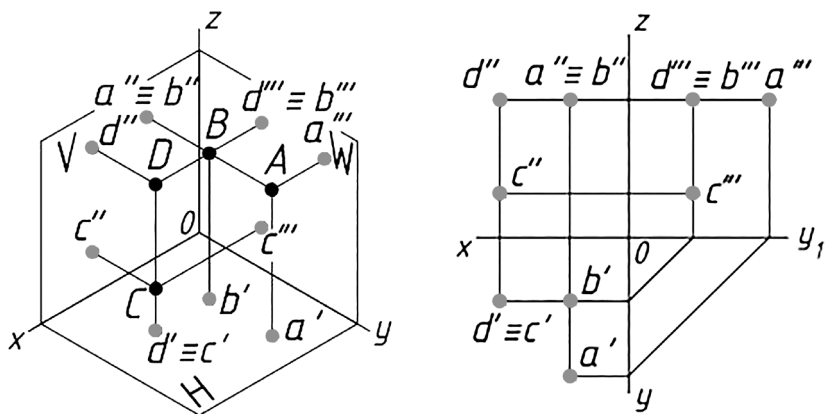

Рис. 10
*Определение видимости конкурирующих точек.* Точки, проекции которых на плоскости совпадают, называют конкурирующими по отношению к этой плоскости (рис. 10).